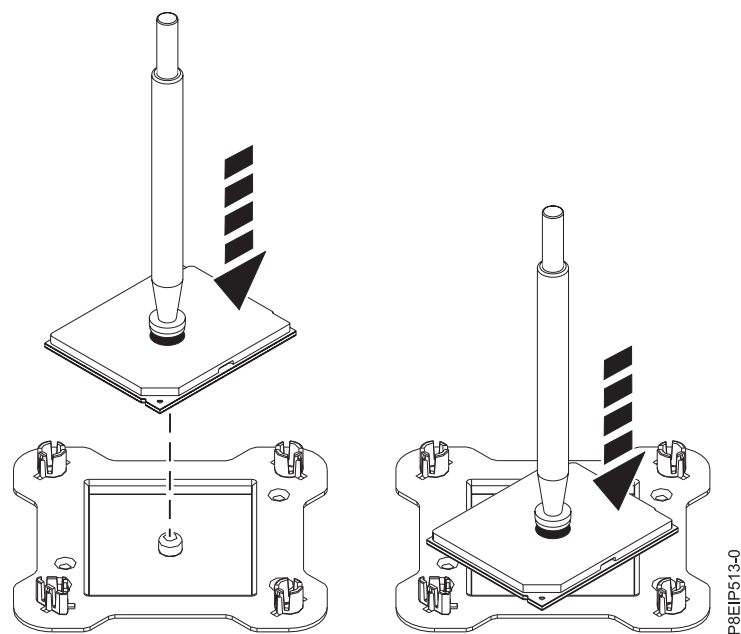

図 51. パッケージのトップ・カバーにプロセッサを斜めに置く
9. 真空ペンを持って、ペンとシステム・プロセッサ・モジュールをソケットから持ち上げます。それらをシステム・プロセッサ・モジュール・パッケージのトップ・カバーに斜めに置きます (図 51 を参照)。システム・プロセッサ・モジュールのパッケージを、システム・プロセッサ・モジュールのトップ・カバーに斜めに据え付けると、システム・プロセッサ・モジュールの再取り付け後に、持ち上げてパッケージに入れやすくなります。